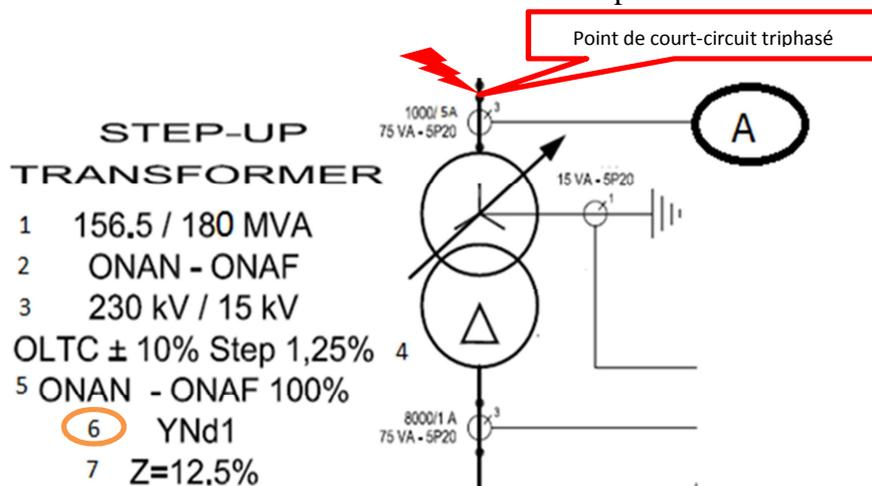

Figure 2
La Figure 2 ci-dessous est un extrait d'un unifilaire représentant un transformateur de puissance.
- 4) Calculer la valeur du courant lue sur la pince ampère-métrique A en cas de court-circuit triphasé tel qu'illustré sur la Figure 2, lorsque le transformateur est alimenté à  $U_{BT}$  nominale. (1pt)